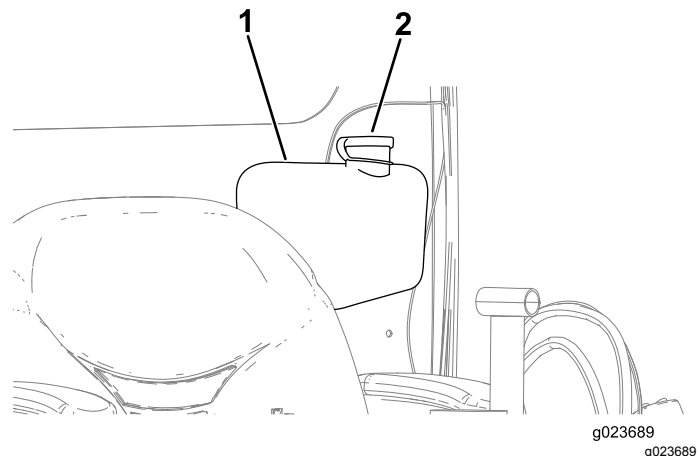

Figura 134
2. Abra la tapa del depósito del líquido del lavaparabrisas (Figura 134).
3. Llene el depósito de líquido del lavaparabrisas hasta que esté lleno (Figura 134).
4. Cierre el tapón del depósito de líquido del lavaparabrisas (Figura 134).